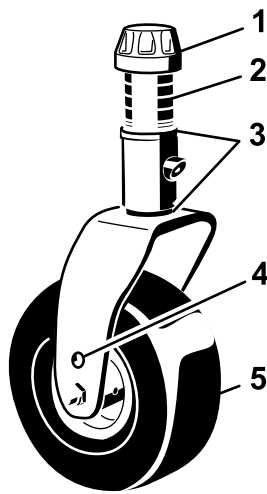

Bild 20
- Entfernen Sie die Spannkappe von der Spindelwelle und ziehen die Spindel aus dem Laufradarm heraus (Bild 20).